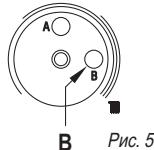

Рис. 5
- 1) Вращайте триммер настройки теплоотдачи котла против часовой стрелки до упора (B, рис. 5); вентилятор работает на минимальной мощности.